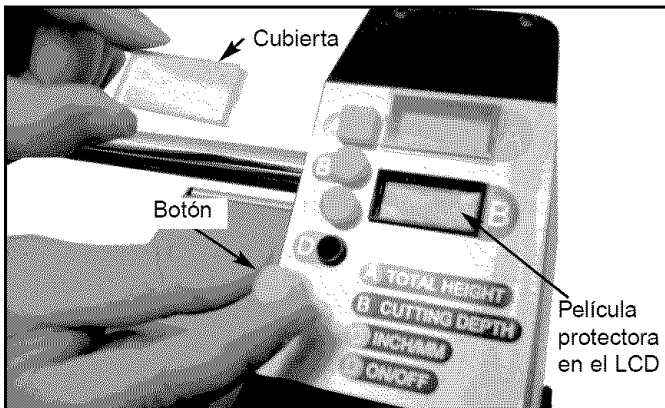

Figura 4 – Instale las Cubiertas y los Botones en el Indicador Digital
- Con una aguja o alfiler, levante y retire con cuidado la película protectora en el LCD (vea la Figura 4, página 20).